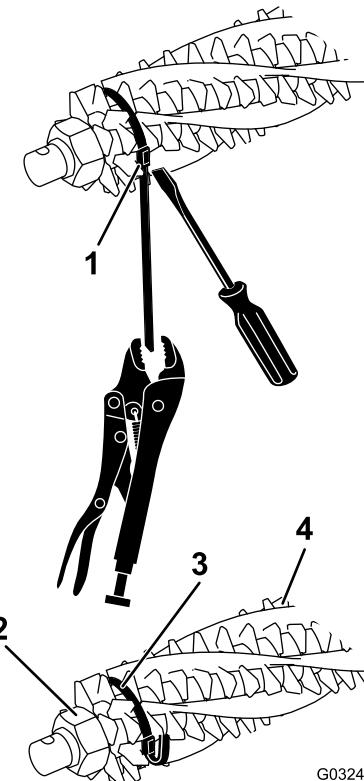

Figura 17
- Desaperte as porcas de retenção da lâmina do rastelo em cada extremidade do eixo do rastelo (Figura 17).
4. Verifique se as escovas estão colocadas nas ranhuras das lâminas do rastelo (Figura 17 e Figura 19).
5. Envolva, sem apertar, as fitas, como se mostra na Figura 17, em torno do eixo e das escovas do cilindro do dispositivo inserindo as fitas nas ranhuras das escovas Figura 19.
Nota: Se as escovas Broomer não estiverem colocadas corretamente nas ranhuras das lâminas, desaperte os parafusos de retenção da lâmina do rastelo em cada extremidade do eixo do rastelo, posicione as escovas Broomer corretamente nas ranhuras das lâminas e aperte os parafusos de retenção da lâmina do rastelo (Figura 17).
7. Enquanto faz pressão com uma chave de fendas contra a fivela da fita, fixe a fita com um alicate e pressione bem as fitas até ficarem presas nas ranhuras das escovas (Figura 17).